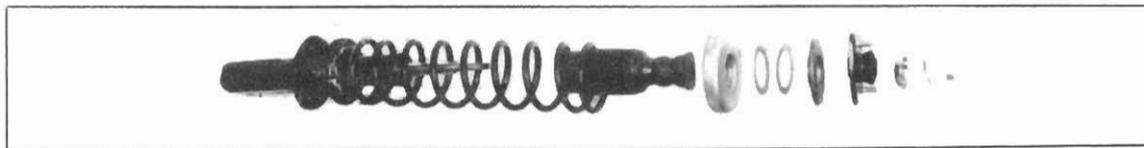

Fig.169 — Ordenamento dos componentes
Descomprimir a mola e recuperar os componentes (fig.169).
- Ordenar os componentes (fig.169)